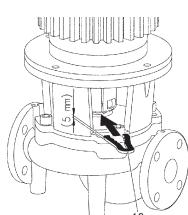

Fig. 13: Mise en place de la fourche de montage
10. Glisser la fourche de montage (Fig. 13, pos. 10) entre la lanterne et l'accouplement. La fourche de montage doit s'adapter sans le moindre jeu.
11. Serrer d'abord légèrement les vis d'accouplement (Fig. I/I/III/IV/V, pos. 1.41) jusqu'à ce que les coquilles d'accouplement reposent sur les cales d'épaisseur.
7. Utiliser des outils adaptés (p. ex. tournevis) pour démonter le protecteur d'accouplement (Fig. I/II/III/IV/V, pos. 1.32).
8. Démonter l'accouplement (Fig. I/II/III/IV/V, pos. 1.5).
9. Desserrer les vis de fixation du moteur (Fig. I/II/III/IV/V, pos. 5) sur la bride du moteur et extraire l'entraînement de la pompe avec un appareil de levage approprié.
- 13.Glisser la fourche de montage (Fig. 13, pos. 10) entre la lanterne et l'accouplement.